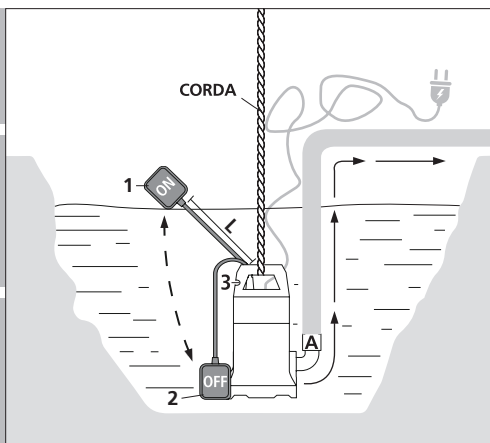

Fig. 01
- A bomba submersível está equipada com adaptador de mangueira (A) [Fig. 01], podendo ser utilizada em mangueira de 1" (25,4 mm) ou de 1.1/4" (31,8 mm).
3. Encaixe o cabo da boia de controle automática no controlador da boia (3), para ajustar o comprimento (L) na posição que deseja que a boia atue para interromper o funcionamento da bomba quando o nível de água estiver muito baixo [Fig. 01].
6. A bomba começará a trabalhar quando a boia de controle estiver na posição 1 [Fig. 01].
7. A bomba desligará quando baixar o nível da água e a boia de controle estiver na posição 2 [Fig. 01].